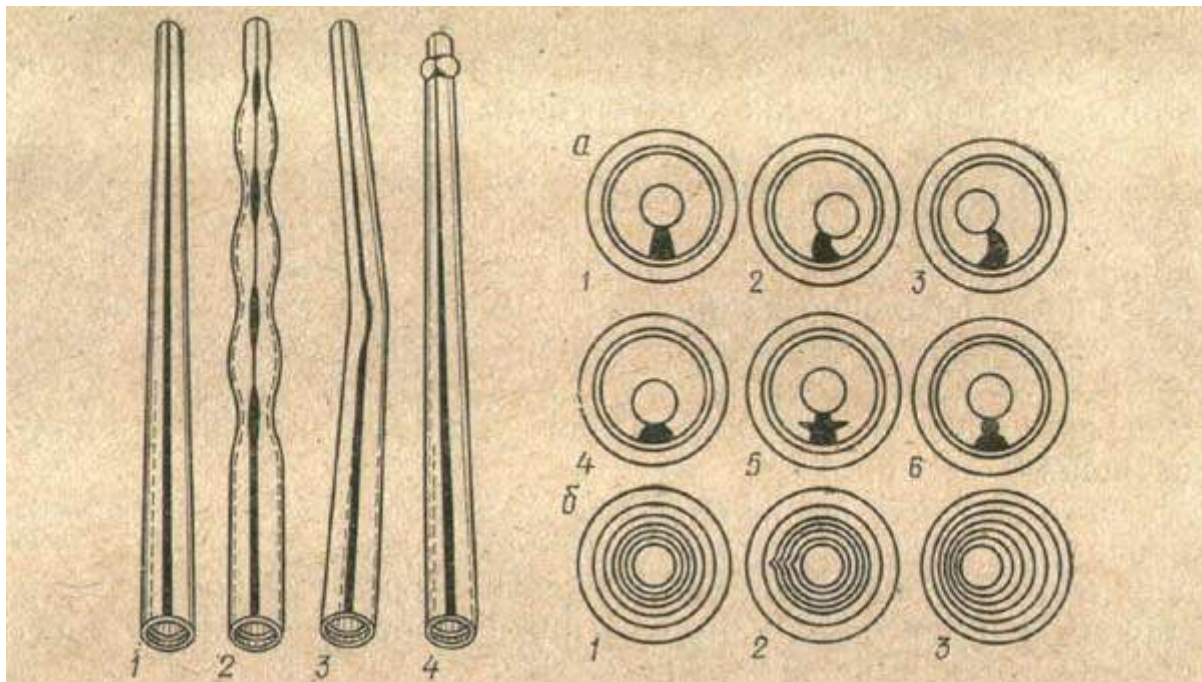

РИС. 22. Обнаружение дефектов на внешней поверхности стволов по световому блику:
1. Поверхность ствола (стволов) должна быть без видимых выпуклостей и впадин. Это проверяют по световому блику (рис. 22), падающему на поверхность ствола. У хорошего ствола этот блик идет с постепенным сужением от одного конца к другому без изломов, сужений и расширений. При плохой обработке поверхности ствола края блика будут волнистыми, так как на выпуклости блик суживается, а на впадине, наоборот, расширяется. Так же обнаруживают вмятины, забоины, выхваты металла и раздутия стенок ствольной трубки.